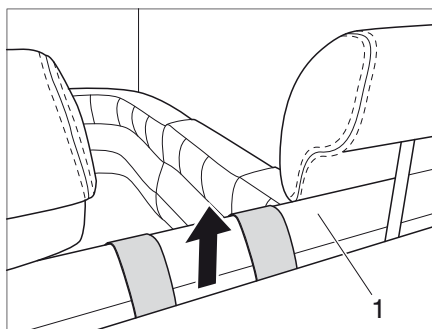
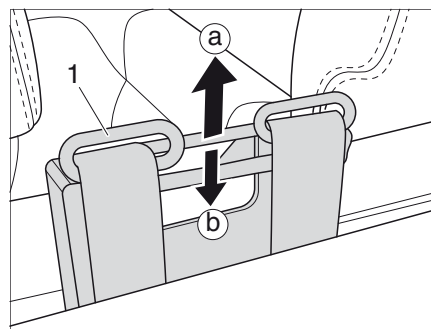

Bild 17 Bältesförlängningen indragen
Bild 18 Bältesförlängning utdragen
Alpa 7820 är utrustad med en bältesförlängning som måste dras ut innan säkerhetsbältet kan spännas fast (Bild 17).
- Sträck dig bakom sätet (Bild 17,1) och dra upp bältesförlängningen (Bild 18,1) så långt det går (a).
- Dra kort bältesförlängningen (Bild 18,1) uppåt (a) och tryck sedan ner den (b) tills den är i indragen bakom sätet.